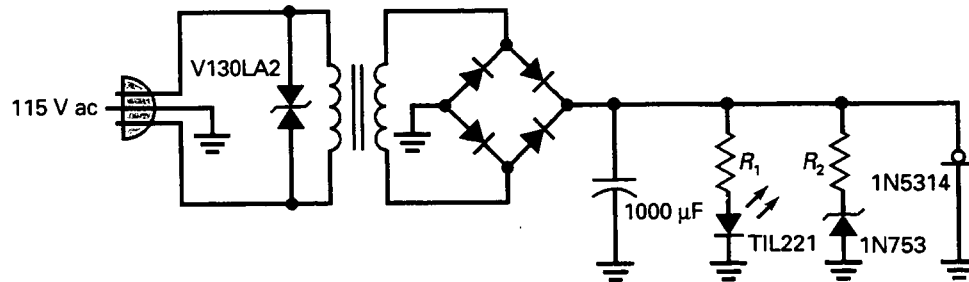

Figura 5-37.
- 5-24. En la Figura 5-37, el LED no se enciende. ¿Cuál de los enunciados a continuación es un posible fallo?
- 5-33. La tensión en el secundario en la Figura 5-37 es de 12,6 V eficaces cuando la tensión de red es de 115 V eficaces. Durante el día hay una variación de ± 10 por 100 en la red. Las resistencias tienen tolerancia de ± 5 por 100. El 1N753 tiene una tolerancia de ± 10 por 100 y una resistencia zener de 7 Ω . Si R_2 es igual a 560 Ω , ¿cuál es el máximo valor posible de la corriente zener en cualquier instante durante el día?
- 5-34. En la Figura 5-37, la tensión en el secundario es de 12,6 V eficaces y las caídas de tensión de diodo valen 0,7 V cada una. El 1N5314 es un diodo de corriente constante con una corriente de 4,7 mA. La corriente en el LED es de 15,6 mA y la corriente zener es de 21,7 mA. El condensador del filtro tiene una tolerancia de ± 20 por 100. ¿Cuál es la tensión máxima pico a pico del rizado?